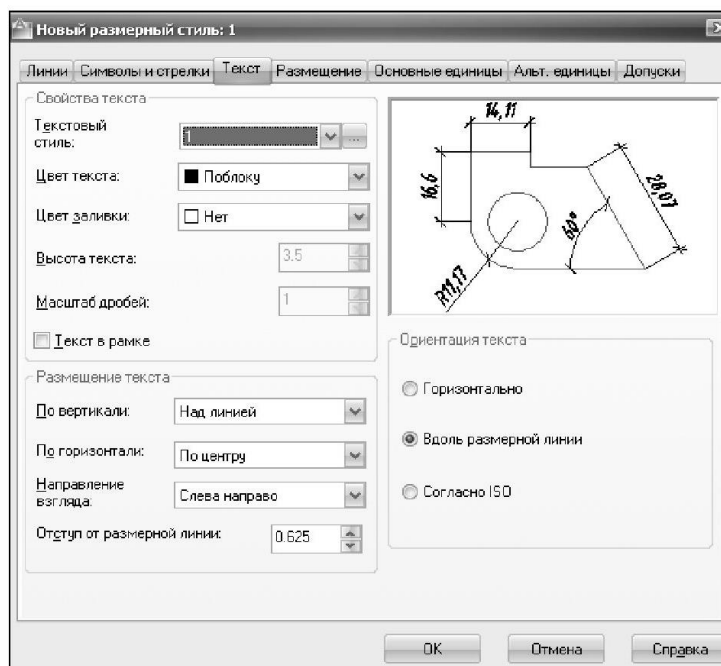

Рисунок 28. Диалоговое окно «Новый размерный стиль», вкладка «Текст»
- Вкладка «Текст» выбрать ранее созданный стиль текста, его расположение и выравнивание относительно размерной линии (рис. 28).